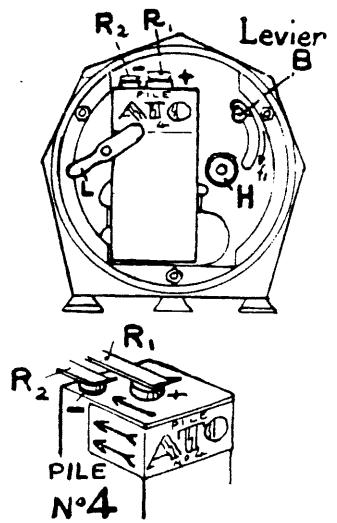

Fig. 3
Remise à l'heure à l'arrière fig. 3
**3o MISE A L'HEURE.** — S'obtient en faisant tourner les aiguilles en avant ou en arrière à volonté. Dans le petit modèle (fig. 3), faire tourner le bouton  $H$  se trouvant à droite de la pile.
**Pile N° 4.** — (73 mm  $\times$  28 mm  $\times$  28 mm) avec deux petites bornes suivant fig. 3 ci-dessus, pour petites pendulettes à cadran carré de 60 mm  $\times$  60 mm et à cadran rond de 90 mm, mais avec remise à l'heure par bouton molleté H placé à l'arrière.